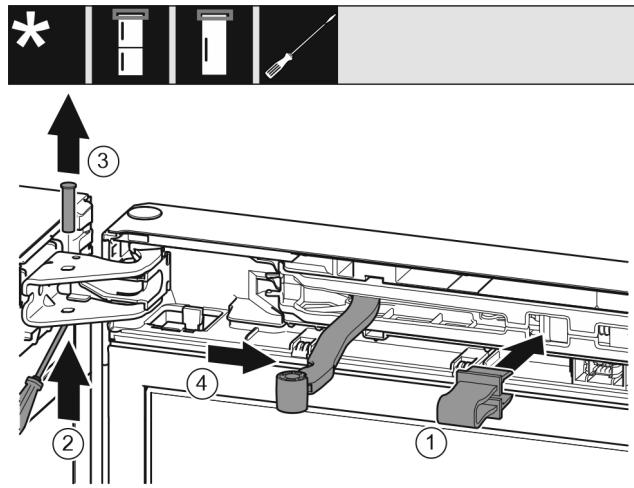

Fig. 11
- Sicherung Fig. 11 (1) in Öffnung einrasten.
- Bolzen Fig. 11 (2) herauschieben.
- Bolzen Fig. 11 (3) nach oben herausnehmen.
- Gelenk Fig. 11 (4) in Richtung Tür drehen.